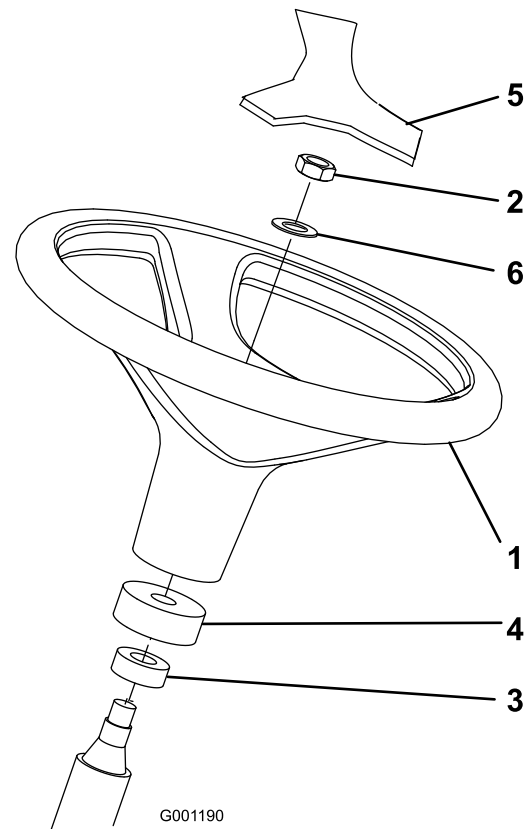

Figura 3
2. Retire la contratuerca y la arandela de la columna de dirección. Asegúrese de que el collar de gomaespuma y el protector de polvo están colocados en la columna de dirección (Figura 3).
3. Deslice el volante y la arandela sobre la columna de dirección (Figura 3).
- Monte el embellecedor en el volante (Figura 3).